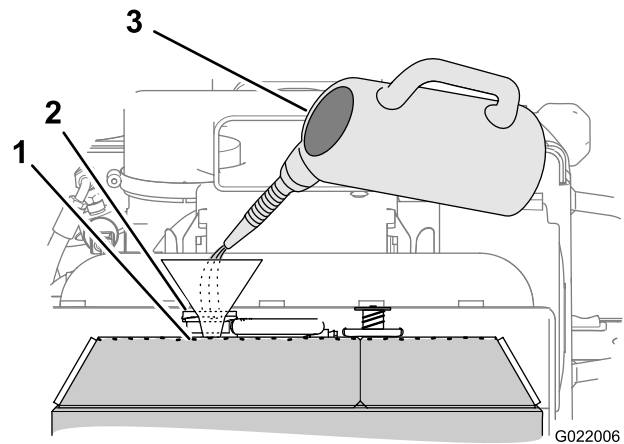

Bild 85
3. Füllen Sie den Kühler mit der angegebenen Kühlmittelmischung, bis der Stand an der Oberkante des Füllstutzens liegt (Bild 85).